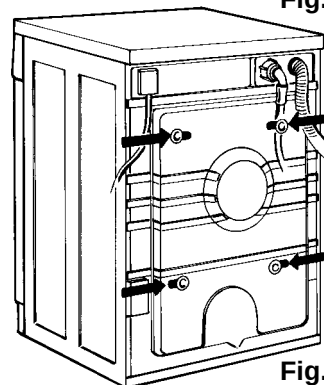

Fig. 2
1. Dévissez les quatre vis à l'aide de la clé fournie (Fig. 2).